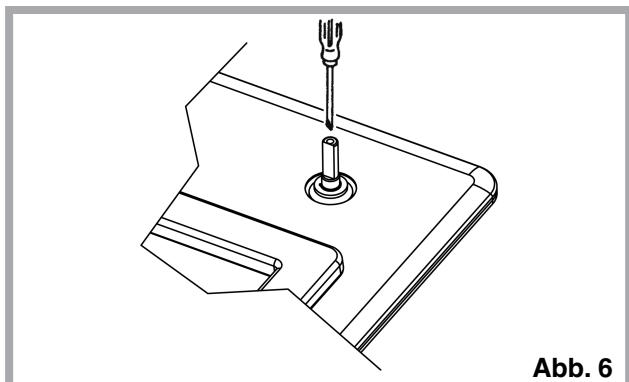

Abb. 6
- bei der Einstellung des Mindestwertes, den Hahnhebel auf das Minimum drehen und die Einstellschraube am Hahn mit entsprechendem Schraubenzieher drehen (Abb. 6). Bei Betrieb mit Flüssiggas (Butan- /Propangas) Einstellschraube fest anziehen.